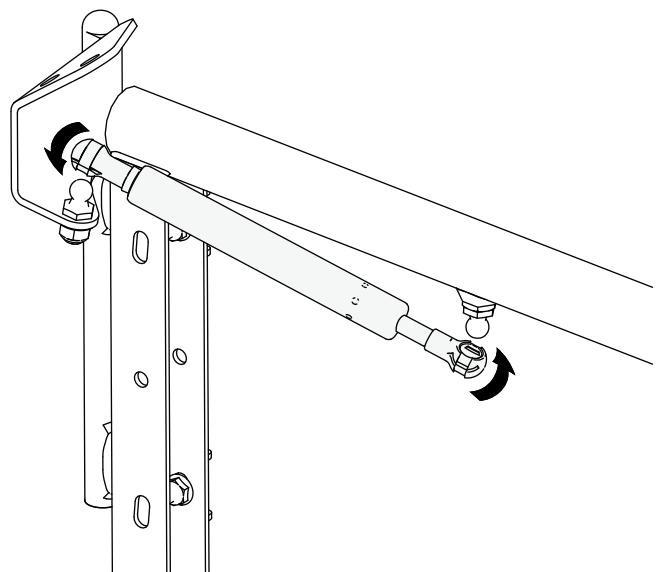

Figura 12
- Montate una molla a gas sugli spinotti, come illustrato nella Figura 12, con l'estremità fissa attaccata alla cerniera superiore.